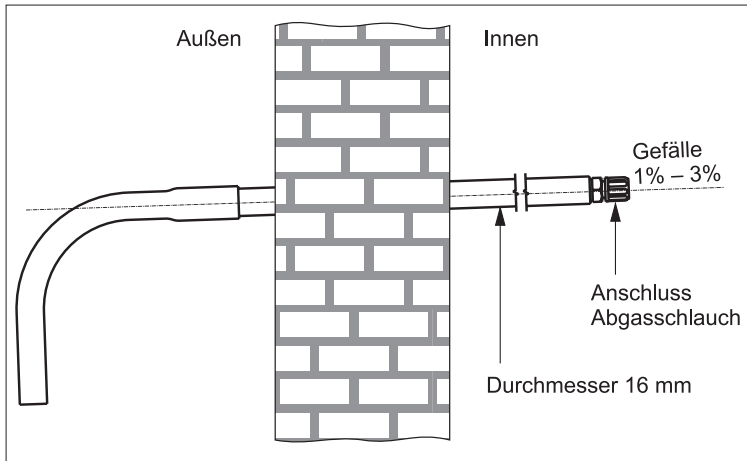

Abb. 5: Wanddurchführung – Einbau in eine Außenmauer
- Wird der Abgasschlauch durch eine Außenmauer ins Freie geführt, muss dieser im Bereich der Mauer einen höheren Durchmesser aufweisen und mit Gefälle durch die Mauer geführt werden (Abb. 5).
12. Beachten Sie die Vorgaben in Kap. 4.1.2, insbesondere Abb. 5, wenn der Abgasschlauch durch eine Außenmauer ins Freie geführt wird.